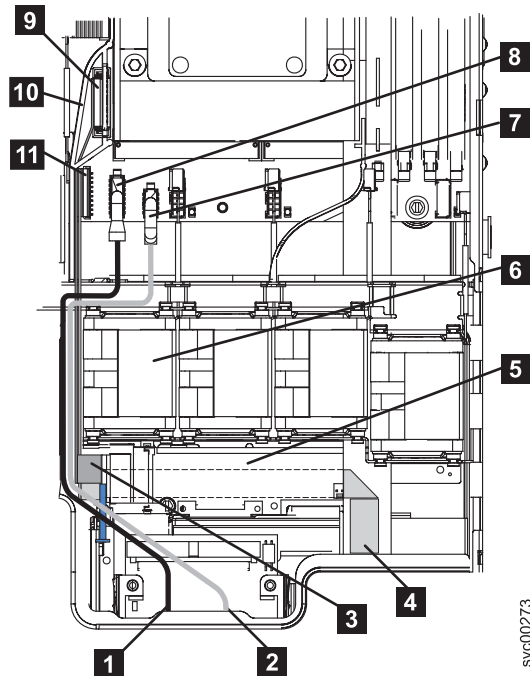

図 167. ビデオ、USB、および CD/DVD ケーブルのプラグを抜く方法
7. システム・ボードから、ビデオ・ケーブル **8**、USB ケーブル **7**、および CD/DVD ケーブル **9** のプラグを抜きます。これらのケーブルを完全に除去する必要はありません。これのケーブルのプラグを抜くと、ライト・パスのリボン・ケーブル **4** を操作しやすくなります。518 ページの図 167 の中で、ノードのフロントは図の下部にあります。